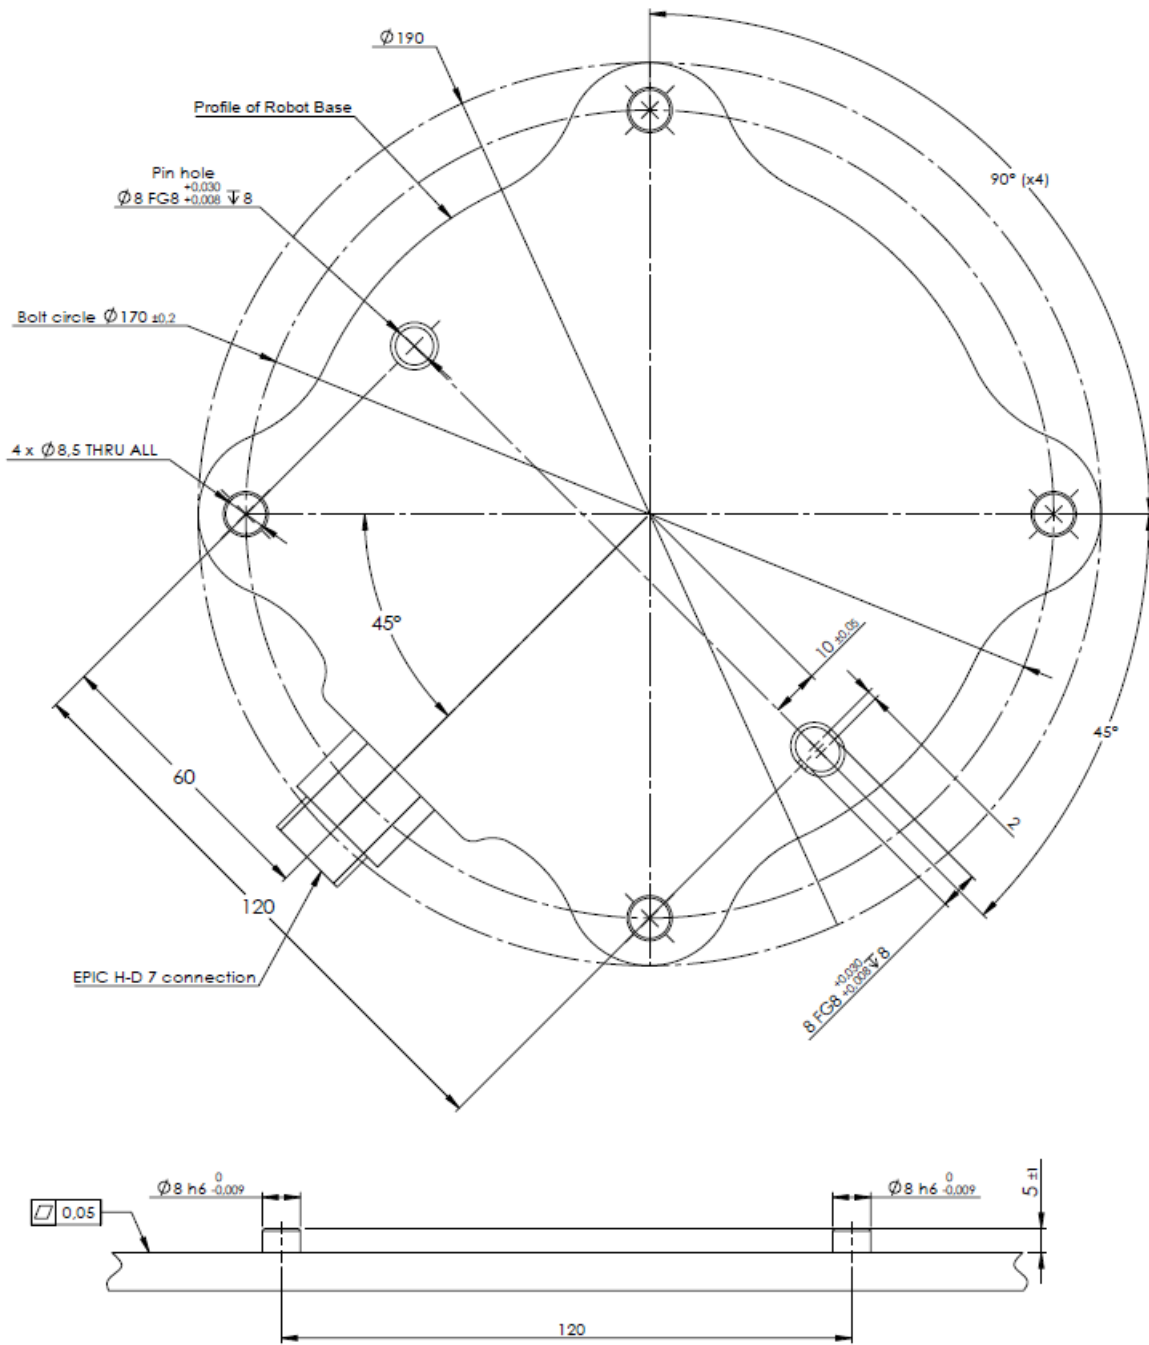

图 4.1: 机器人安装孔。使用 4 颗 M8 螺栓。所有测量值均以 mm 为单位。
**机器人手臂** 使用 4 颗 M8 螺栓，通过机器人基座上的 4 个 8.5 mm 孔来安装机器手臂。建议以 20 N·m 扭矩紧固这些螺栓。如果需要非常准确地调整机器手臂位置，还可以钻 2 个  $\varnothing 8$  的孔，用销加以固定。也可采购精确的基座作为附件来使用。图 4.1 显示了钻孔位置和螺丝安装位置。